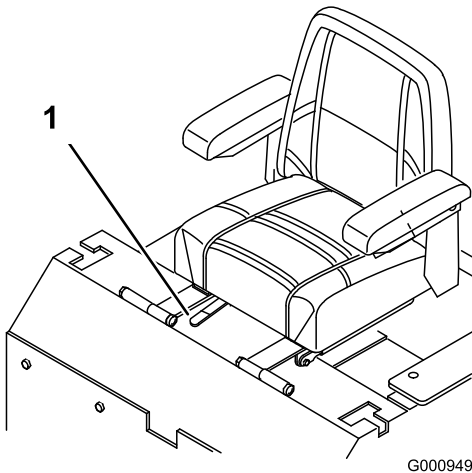

Figure 26
**Important:** Poussez le levier de réglage sur le côté pour débloquer et régler le siège (Figure 26).